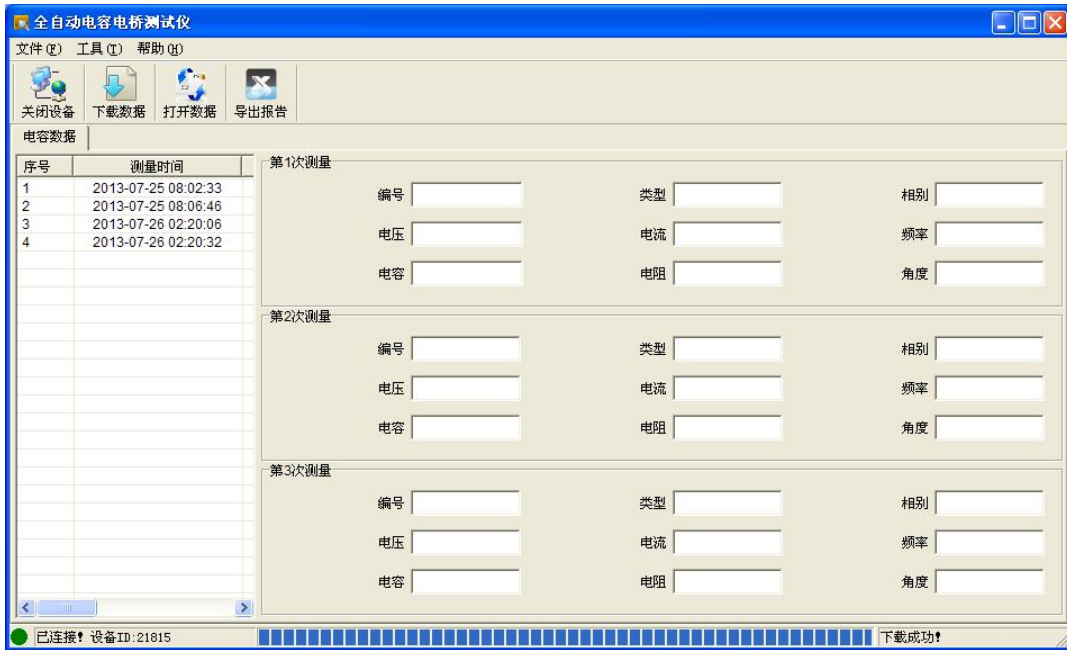
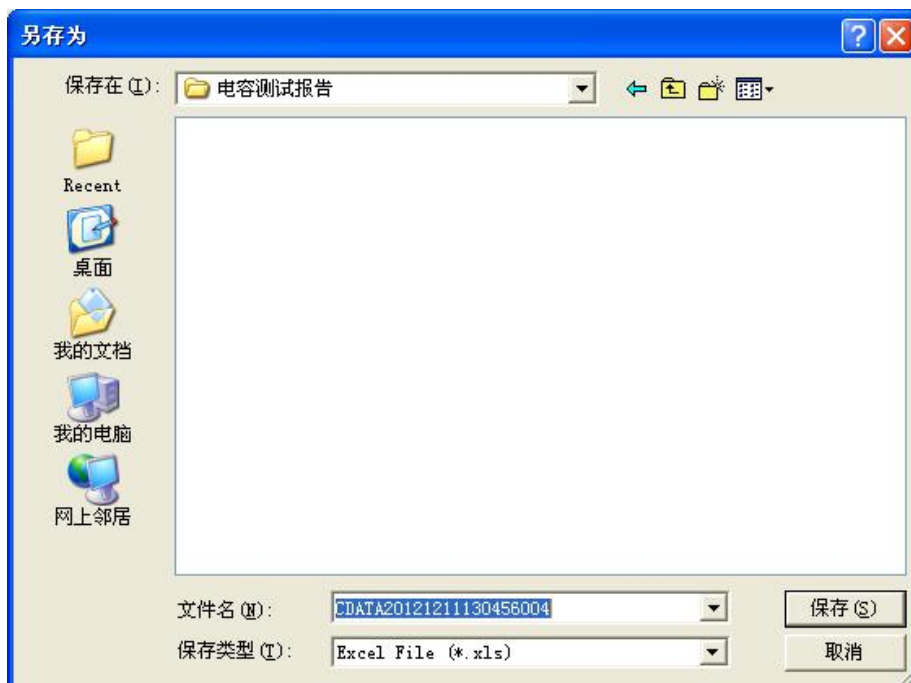

图 4.8 下载数据
图 4.12 电容导出报告
点击“确定”按钮，列表显示所下载的电容量数据，如图 4.8 所示。
5. 导出报告：在图 4.8 中，选择一行电容数据后点击“导出报告”生成测试报告文档。电容数据文件名以 CDATA 开头，如图 4.12 所示。